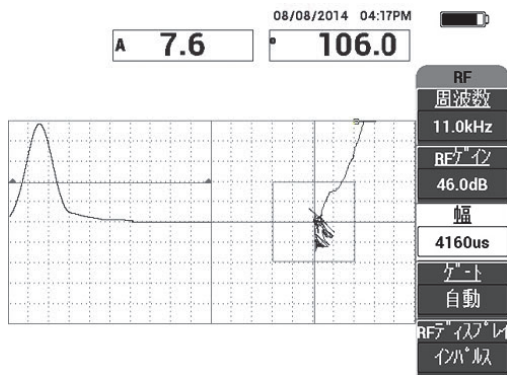

図 6-6 インパルスディスプレイ
6. 必要な場合は、RF ディ스플레이 (E キー) をインパルスに設定します (137 ページの図 6-6 参照)。ただし、各信号の振動を解釈しやすいことから、RF ディ스플레이モードの使用をお勧めします。